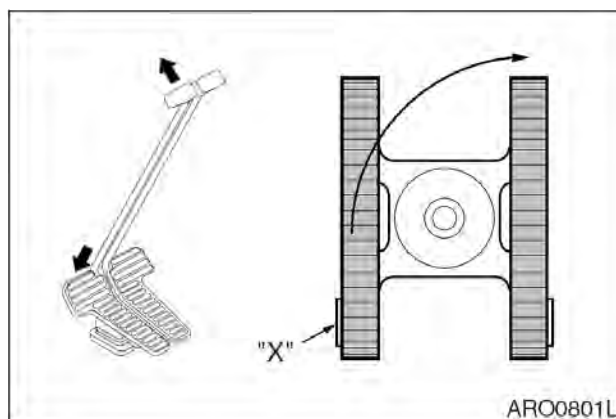

Рис. 39
2. Поворот вокруг оси (рис. 39) выполняется посредством вращения только одной гусеничной ленты вперед или назад. Поворот машины осуществляется на неподвижной гусеничной ленте.